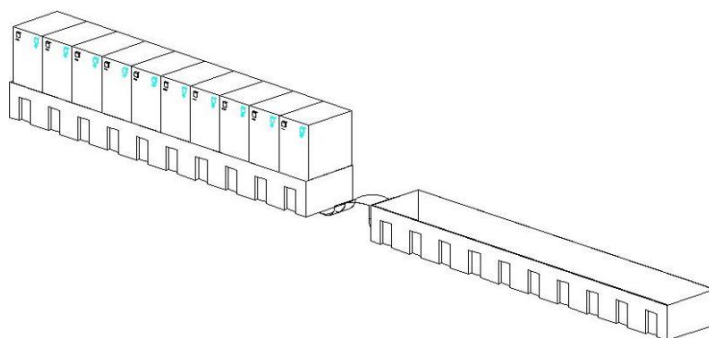

РИСУНОК 9 - РАЗМЕЩЕНИЕ АККУМУЛЯТОРОВ В БАТАРЕЙНОМ БЛОКЕ
2. Снимите пленку с клейкой ленты, а затем разместите 10 батарей на нижней крышке (рисунок 9), чтобы приклеить их.